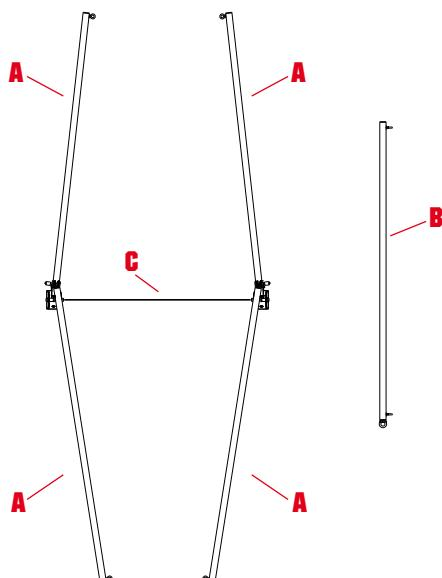

fig. 2
a) Placer les barres latérales (A) et la barre supérieure (B) par terre - (fig. 2).